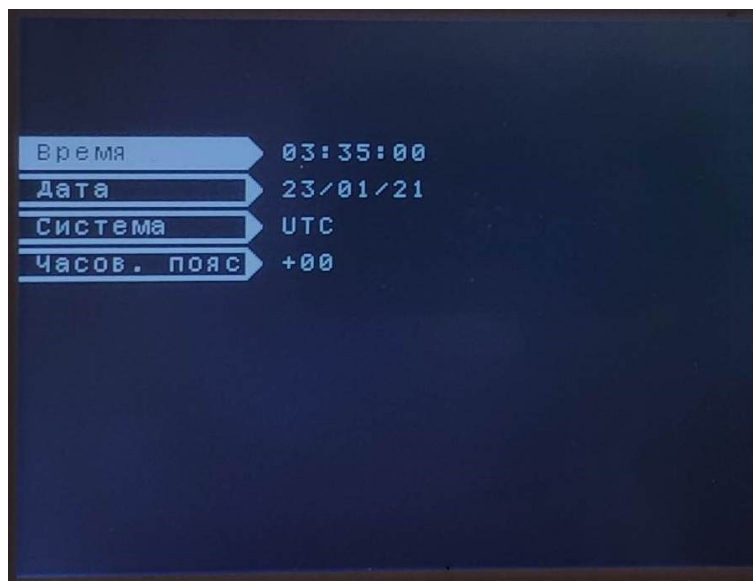

Рисунок 28 – Раздел «Дата и время»
4. «Дата и время» - раздел предназначен для установки даты и времени «ОРИОН» АПК ТХ (см. рисунок 28).